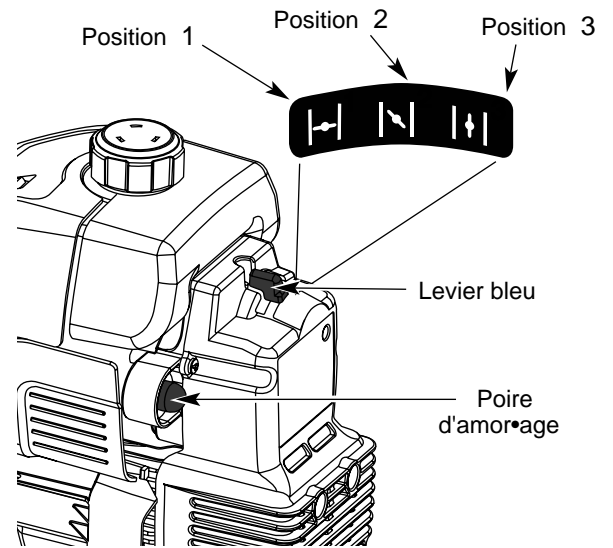

Fig. 7
3. Pressez et relâchez la poire d'amorçage ¹⁰ reprises, lentement. Une certaine quantité de carburant devrait être visible dans la poire d'amorçage et les conduites de carburant (Fig. 7). Si vous n'apercevez pas de carburant dans la poire, pressez et relâchez la poire autant de fois que nécessaire jusqu'à ce que vous aperceviez du carburant dans cette dernière.
4. Mettez le levier bleu en Position 1 (Fig. 7).
9. Une fois que le moteur est chauffé, placez le levier bleu d'entraînement en Position 3 (Fig. 7). La machine est prête à être utilisée.
- Si...** Le moteur hésite, remettez le levier en Position 2 (Fig. 7) et continuez à chauffer.